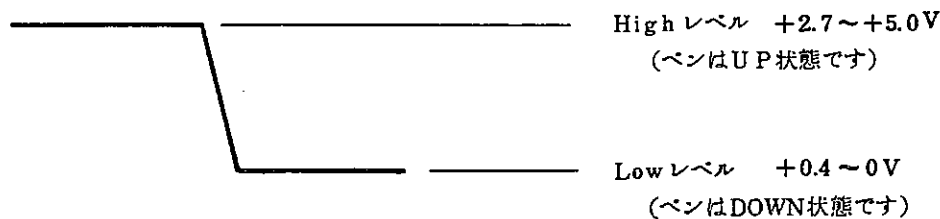

図7. リモートペンコントロール信号
⑥-1 ペン上下のリモートコントロール
リアコネクタ (外部入力コネクタ) の⑩⑭ピン間にリモートコントロール信号を接続することによりペンの上下を制御することができます。このコントロールを行う場合はパネル面の「PEN」スイッチは「UP」にしておいてください。信号はコモン側を⑭ピンに、信号側を⑩ピンに接続してください。この信号は接点 (スイッチまたはリレー) または半導体スイッチ (トランジスタまたはTTL IC) でコントロールしますが波形は図7を参照してください。制御電流はLowレベルが0Vのとき約1mAです。